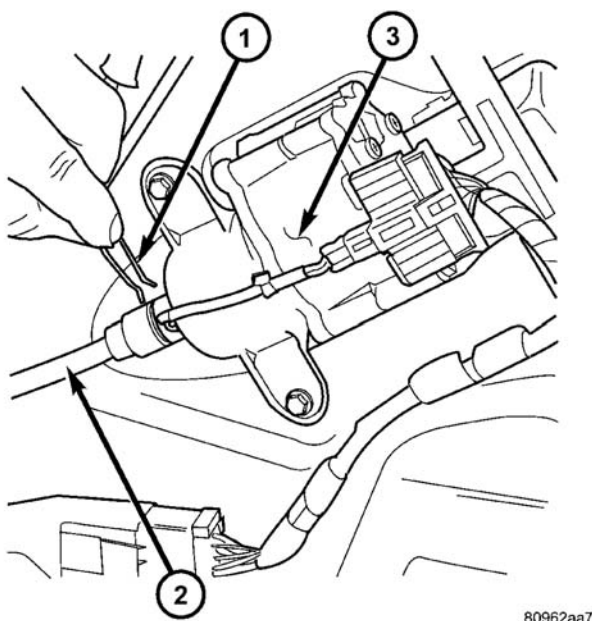

图8 弹性传动装置固定夹
(2) 从侧门的适当部位拆下车门装饰板。有关程序参见“车身”部分。
(3) 根据需要拆下防水罩以便能够接触到电机总成。
(4) 拆下将弹性传动总成固定到电机上的固定夹(图8)。将弹性传动电缆从电机总成内直接拉出。